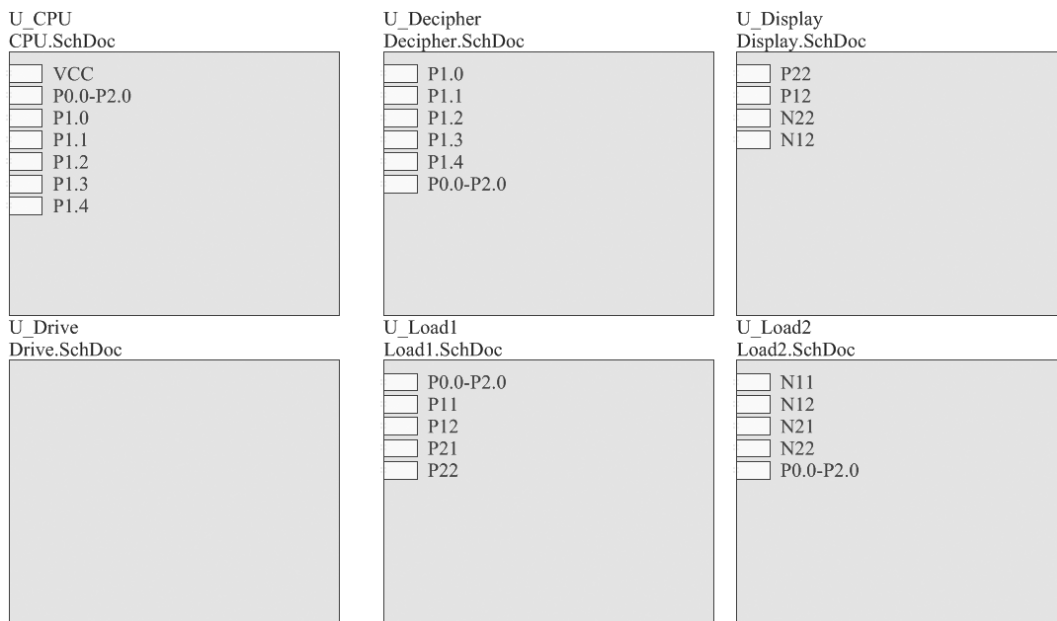

图 15-31 生成原理图符号后的顶层原理图
5) 单击鼠标，将原理图符号放置在原理图中。采用同样的方法放置其他模块的原理图符号。生成原理图符号后的顶层原理图如图 15-31 所示。